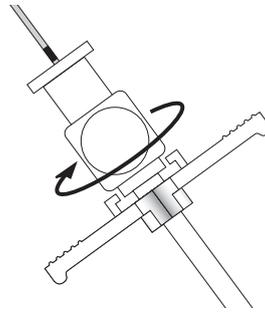
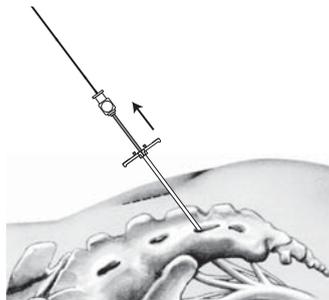

Figura 8. Separe o dilatador da bainha do introduzidor
Figura 9. Retire a guia de orientação e o dilatador
5. Separe o dilatador da bainha do introdutor (Figura 8). Retire a guia de orientação e o dilatador, mantendo a bainha do introdutor na respectiva posição (Figura 9).